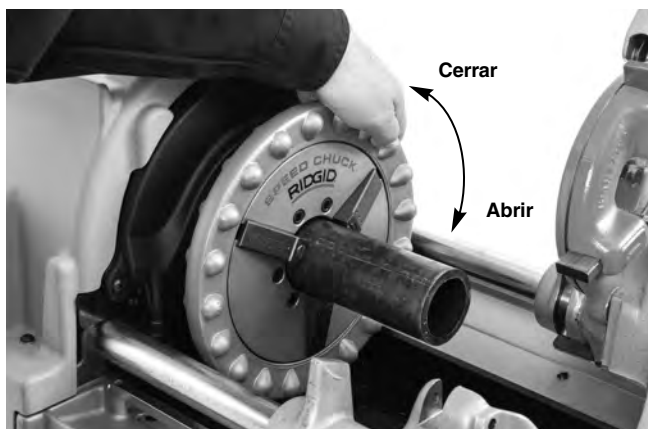

Figura 16 – Colocación del tubo en el mandril
Abra por completo los mandriles de la roscadora. Para la roscadora de mandril manual, gire la rueda delantera del mandril hacia la derecha (vea la Figura 16). Para la roscadora de mandril automático, coloque el conmutador RETROCESO/APAGADO/AVANCE (2/0/1) en la posición RETROCESO (2), y luego oprima y suelte el interruptor de pie.
Gire el volante del mandril delantero hacia la izquierda (mirando desde el frente de la máquina), para agarrar el tubo (Figura 16). Asegure que el tubo esté centrado en las piezas de inserción. Gire el volante enérgicamente varias veces a la izquierda para fijar el tubo en el mandril delantero.